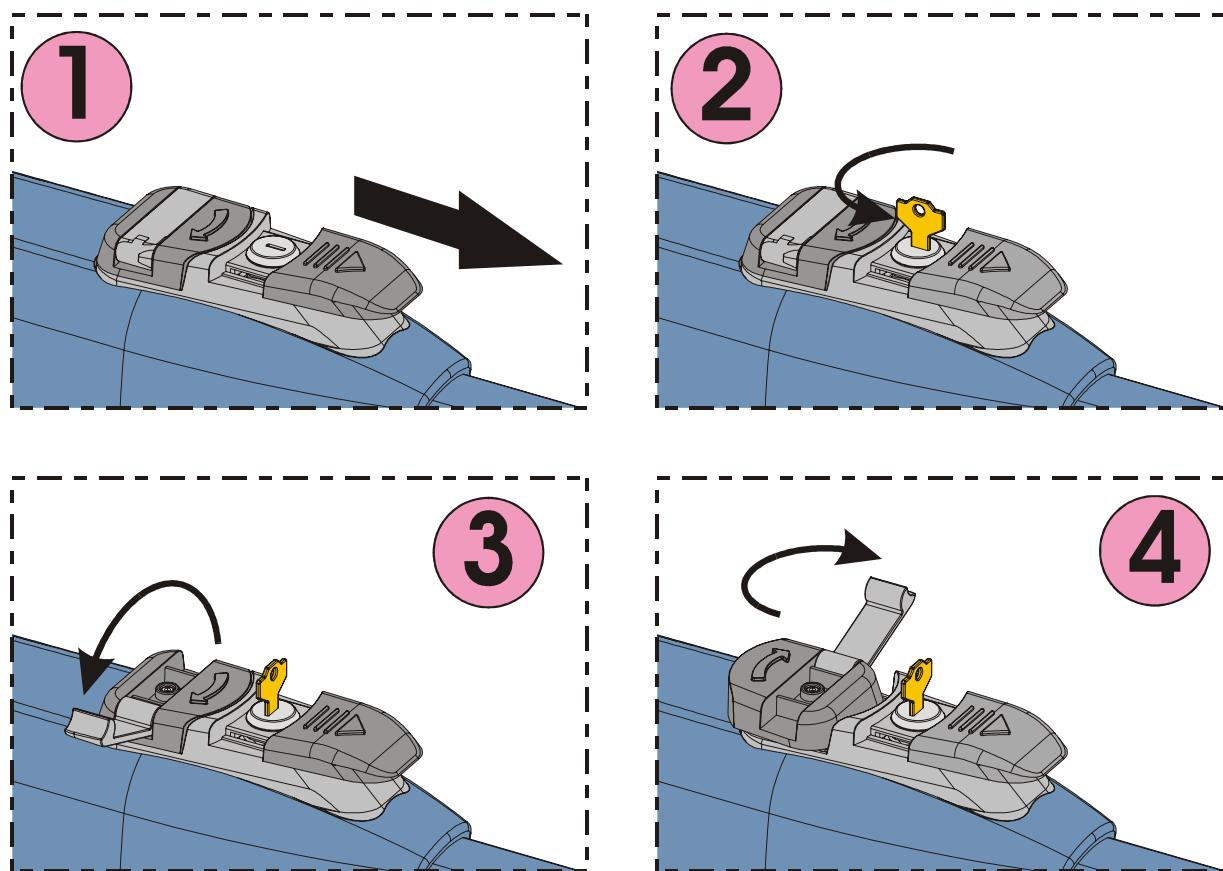

Fig. 22
- Steek de sleutel erin en draai hem 90°, fig. 22/ 2.
- Til de bedieningshendel op, fig. 22/ 3.
- Om de aandrijving te ontgrendelen draait u de bedieningshendel 180° in de richting van de pijl op het ontgrendelsysteem, fig. 22/ 4.